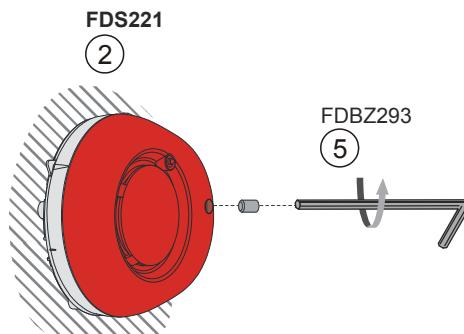

Fig. 2
3. If necessary, mount the locking device FDBZ293 in the alarm sounder (Fig. 2).
3. Montieren Sie nötigenfalls die Melderarretierung FDBZ293 in den Alarmtongeber (Fig. 2).
3. Si nécessaire, montez le verrou de détecteur FDBZ293 dans le diffuseur sonore (Fig. 2).
- En caso necesario, monte el dispositivo de bloqueo del detector FDBZ293 en la sirena de alarma (Fig. 2).
- All'occorrenza, montare il dispositivo di bloccaggio rivelatore FDBZ293 all'interno della sirena d'allarme (Fig. 2).